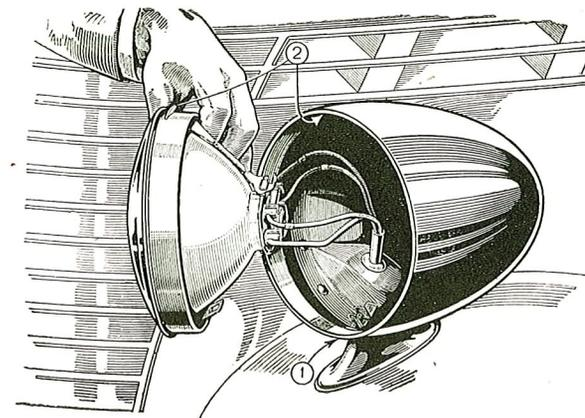

Fig. 50. — Apertura dei proiettori.
L'apertura dei proiettori si ottiene svitando la vite inferiore di bloccaggio (1) e tirando a sè la cornice del proiettore stesso dalla parte inferiore, in modo da sfilare il gancetto superiore (2) dalla relativa feritoia della calotta (fig. 50). Si accede così facilmente alla lampadina fanale, che si può sostituire rapidamente essendo fissata soltanto dalla pressione dei lamierini supporto.